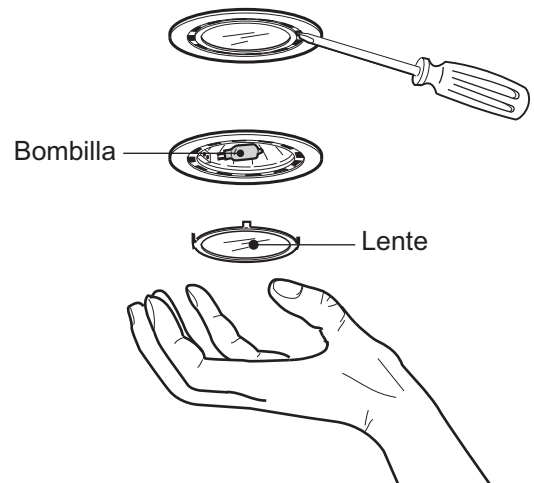

Figura 28: Reemplazo de las bombillas halógenas
1. Con un destornillador de punta plana o una herramienta semejante, afloje la lente de protección haciendo palanca, como se muestra en la Figura 28.